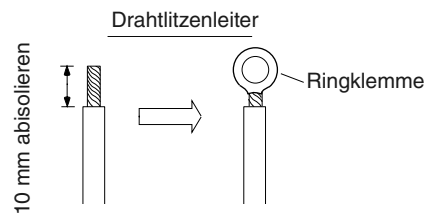

Abb. 3-100
- (1) Das Ende des Kabels mit einem Seitenschneider beschneiden, dann die Isolierung abziehen, um ungefähr 10 mm der Litze freizulegen; danach die Enden der Litze verdrehen. (Abb. 3-100 und 3-101)
- (2) Die Klemmschraube(n) an der Klemmenplatte mit einem Schraubendreher entfernen.
- (3) Mit Hilfe eines Ringklemmen-Werkzeugs oder einer Klemmzange an jedem freigelegten Kabelende eine Ringklemme fest anbringen. (Abb. 3-100)